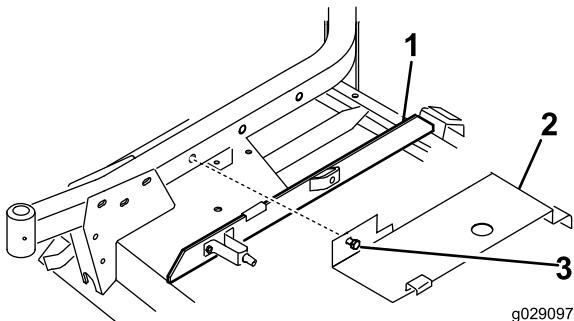

図24
- 右側ブリッジバーの上にトリムモールディングを差し入れ、スプリングブラケットの側面がトリムモールディングの遠い方のエッジから10cmの距離になるように位置決めする 図24。
- カバー取り付けボルトを右キャスタアームの穴に入れ、デッキカバー 図24 の後部を後チャネルピンに引っ掛ける。カバーはモールディングに寄りかかるようになる。必要に応じてモールディングを調整する。